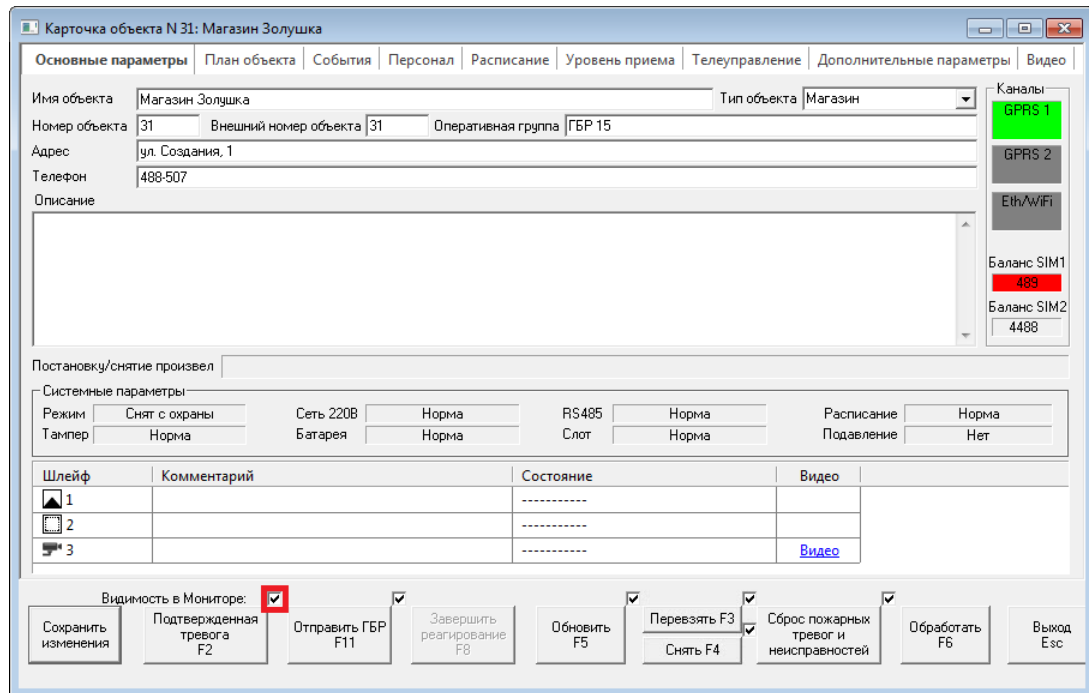

Рисунок 26.4 — Карточка стационарного объекта: вкладка *Основные параметры*
- 1.3. в карточках объектов убедитесь, что флажок над командой *Подтвержденная тревога* установлен (см. рисунок 26.4).